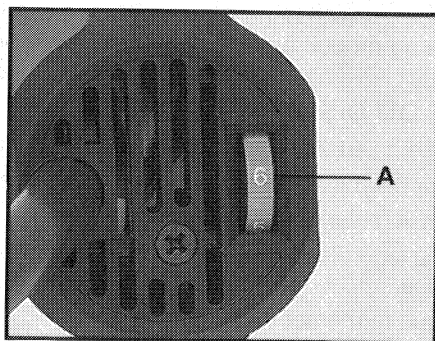

Fig. 1A
La vitesse est ajustée en tournant la molette (A), Fig. 1A. La position No. 1 de la molette correspond à la vitesse de marche la plus lente (2500 orbites/min) et la position No. 6 à la vitesse la plus rapide (6000 orbites/min). On peut changer la vitesse pendant que le moteur tourne ou pendant qu'il est à l'arrêt.